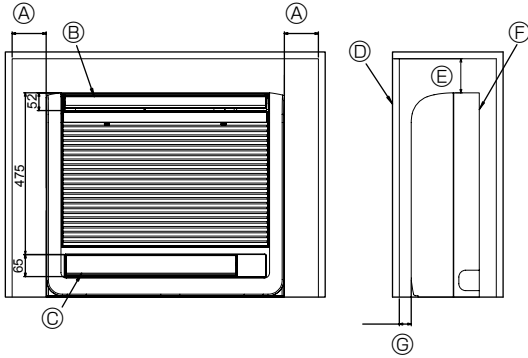

Fig. 6-1
6.1. İç ünitenin duvara gömülmesi (Fig. 6-1)